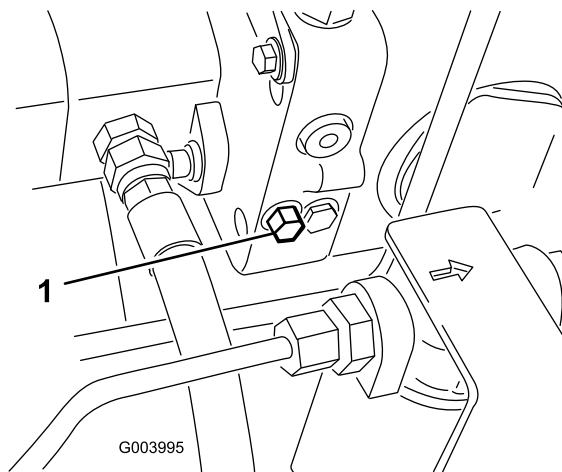

Figura 39
1. La válvula de desvío está situada en el lado izquierdo del hidrostato (Figura 39). Gire el perno una vuelta y media para abrirla y dejar pasar el aceite internamente.